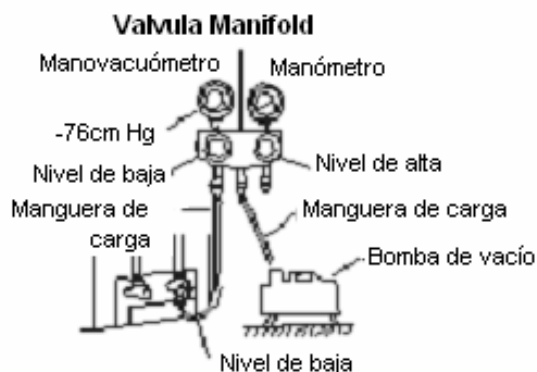

Ilustración 25
■ Extraiga el aire con una bomba de vacío (Ver ilustración 25)